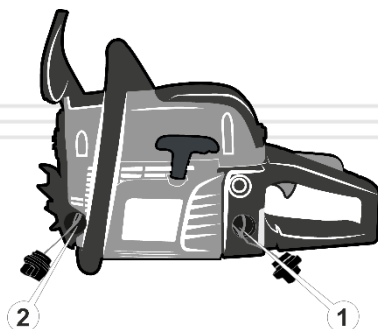

Рисунок 4. Розташування кришок заправки паливом, мастилом.
4. Відкрутіть кришку (1, рис.4) заливної горловини паливного бачка.
2. Відкрити кришку горловини мастильного бачка (2, рис. 4).